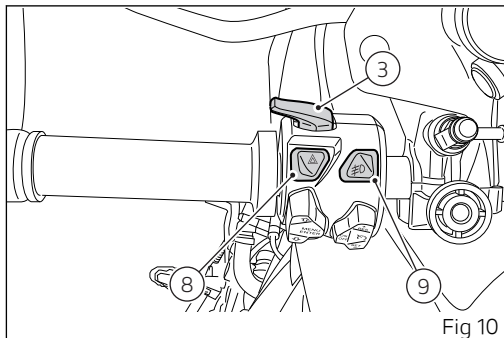

Fig 10
3) HIGH-BEAM/FLASH BUTTON (FLASH) (Fig 10)